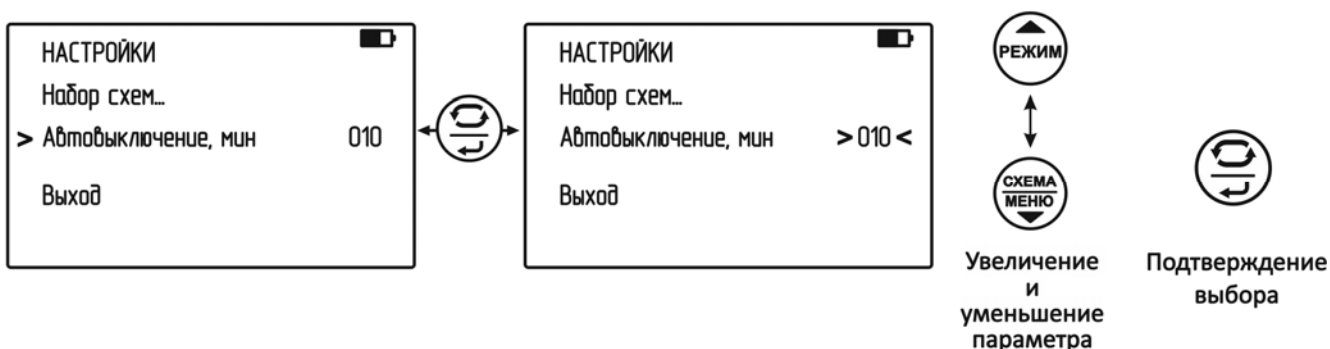

Рисунок 2.2 – Настройка времени автоотключения
- установить время автовыключения прибора, см. рис. 2.2.